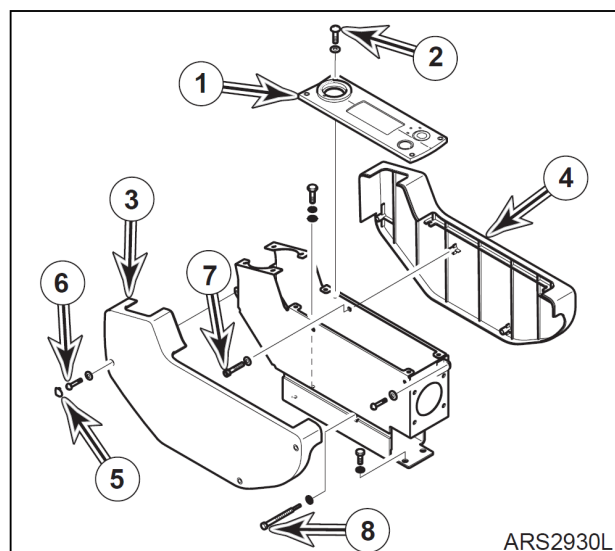

Рис. 40
3. Установить два винта, два болта с шайбами (7 и 8, рис. 40) и крышку (4).
4. Установить винт, три болта с шайбами (6, рис. 40) и крышку (3). Прижать крышку (5) к кожуху (3).
5. Установите четыре болта с шайбами (2, рис. 40) и крышку (1).